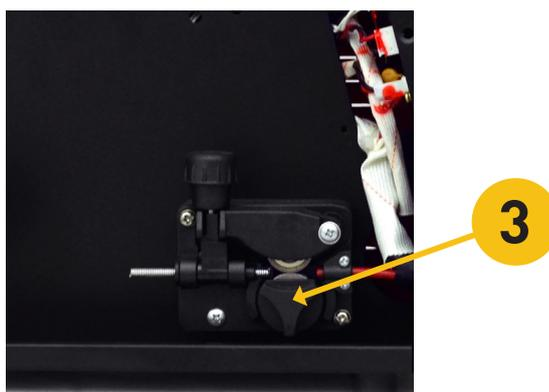

Fig. 2
- > Retire o parafuso do eixo das roldanas, Peça 3, Fig. 2;
- > Alinhe a roldana e aperte o parafuso da roldana, Peça 3, Fig. 2;